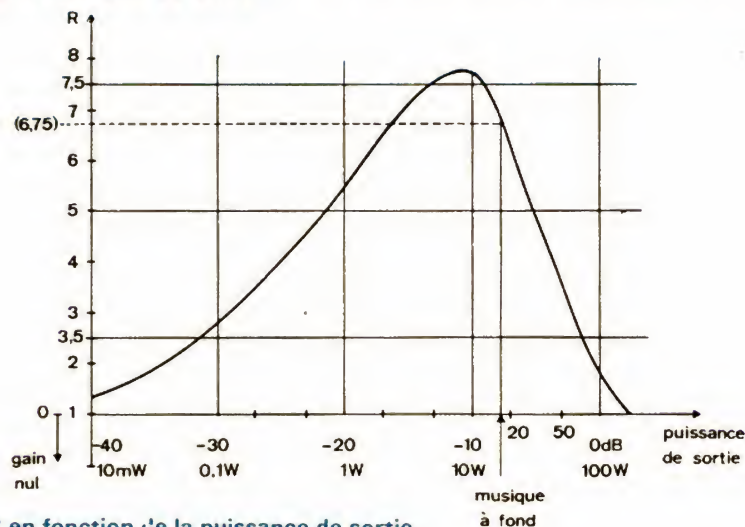

Fig. 4. — R en fonction de la puissance de sortie.
- La figure 4 rend compte des différences de taille des radiateurs sous la forme du rapport $R =$ (taille des radiateurs de l'amplificateur classi-